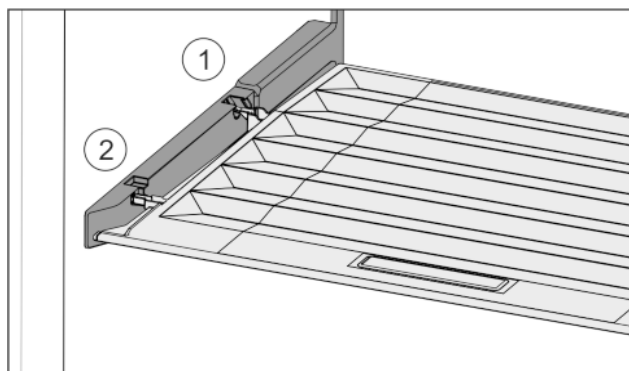

Fig. 33
- ▶ Skyv inn dekseltrinn via åpningen til bakre holder Fig. 33 (1) og klikk dem på plass i fremre holder Fig. 33 (2).